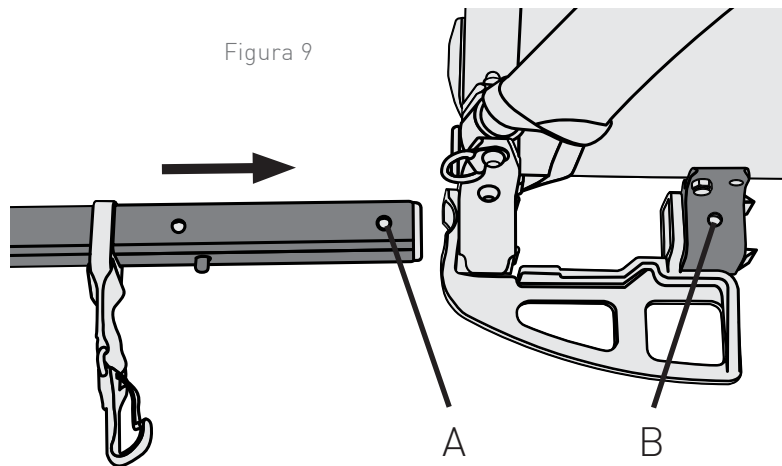

Figura 9
1. Deslice la barra de remolque hacia el receptor de la barra de remolque hasta que el Agujero A quede alineado con el Agujero B (Figura 9). El soporte de la correa de seguridad roja debe quedar enrasado con la parte delantera del receptor de la barra de remolque, indicando que la barra de remolque se ha insertado por completo.